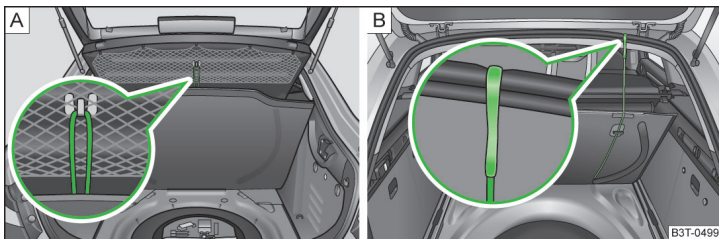

Fig. 102 Fijar el revestimiento del suelo: Superb / Superb Combi
- Superb: con el lazo en un gancho en la cubierta del maletero » fig. 102 - [A].
- Superb Combi: con el gancho en el borde de la tapa del maletero » fig. 102 - [B].